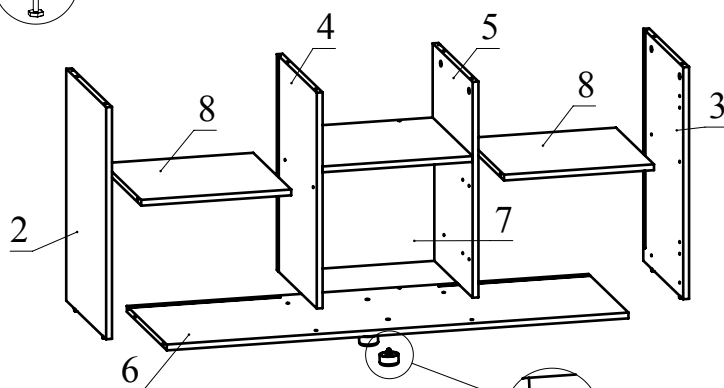

Рис.8
6. Соберите сборку согласно рисунку 8, затягивая конфирматным ключом головки минификсов по часовой стрелке до упора. Скрепите деталь 6 с деталями 4, 5, 7 при помощи конфирматов. Установите опоры регулируемые (Рис. 8).